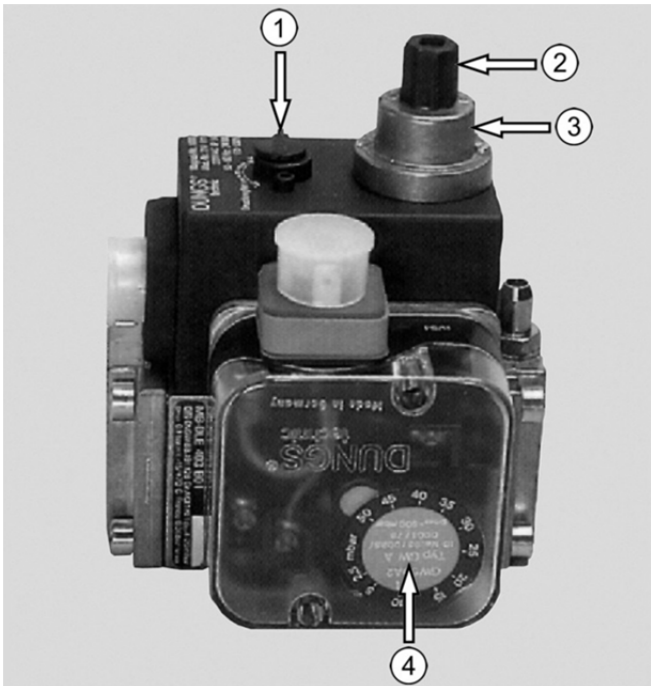

Abb. 4: Gasarmatur einstufig
1. Kugelhahn schließen, Mess-Stutzen Pe und Pa öffnen (s. Abb. 4).
Es sind folgende Hinweise bei der Einstellung des Gasdurchsatzes an der Gasarmatur (s. Abb. 4) zu beachten:
Legende zu Abb. 4
- 2. Magnetventil Kl. A, langsam öffnend, schnell schließend, mit Einstellmöglichkeit für Startgasmenge und Hauptgasmenge (Gasarmatur, einstufig, Abb. 4)